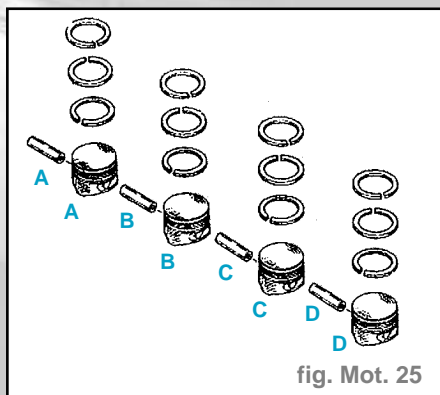

fig. Mot. 25
- Repérer l'ensemble des pièces de chaque boîte de **A** à **D**, de manière à conserver l'appariement (fig. Mot. 25)